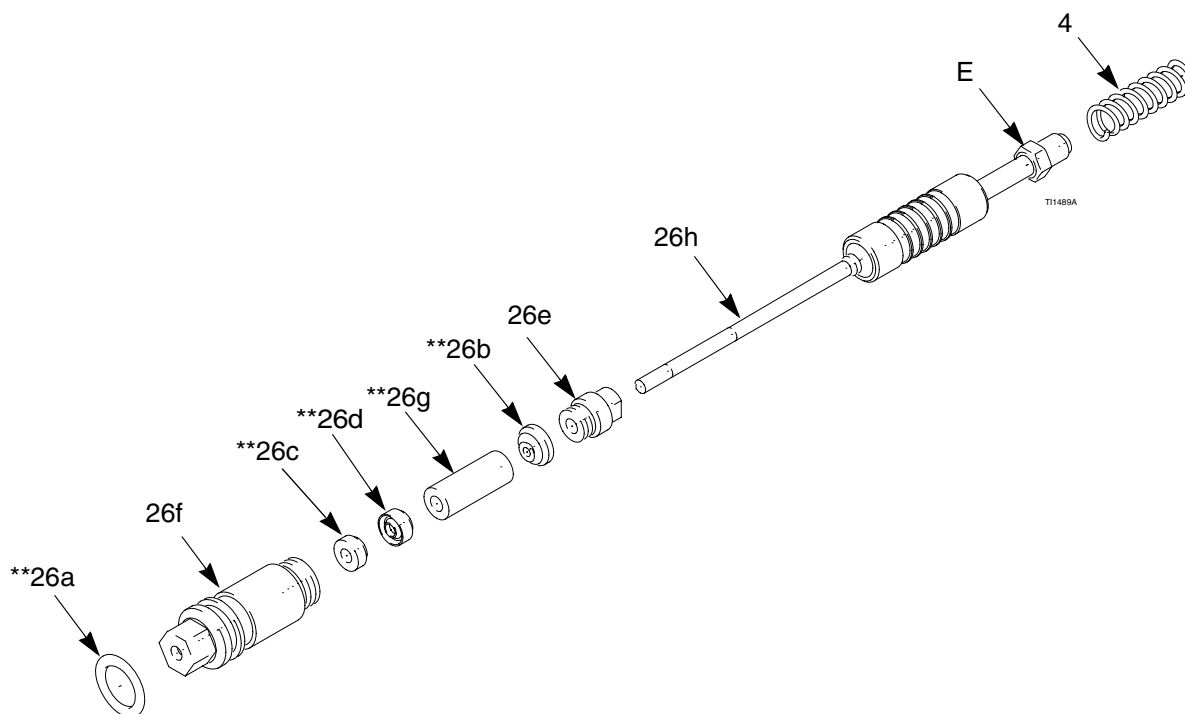

Fig. 14 Tätningssång
1. Sätt på tätmuttern (26e) och tätningen (26b**) på vätskestången (26h). De plana ytorna på tätmuttern måste vända mot vätskestångens baksida. Tätningso-ringen måste vända bort från tätmuttern. Se Fig. 14.
2. Fyll hålrummet inuti distansen (26g**) med dielektriskt fett (40). Sätt distansen på vätskestången (26h) vänd enligt skissen. Stryk på rikligt med dielektriskt fett på utsidan av distansen.
6. Montera fjädern (4) är monterad mot muttern (E) enligt skissen.
7. Montera tätningssången (26) i pistolhuset. Dra åt enheten med kombinationsverktyget (37) tills det precis går emot.
8. Montera avtryckaren (30) och avtryckarskruvorna (8).